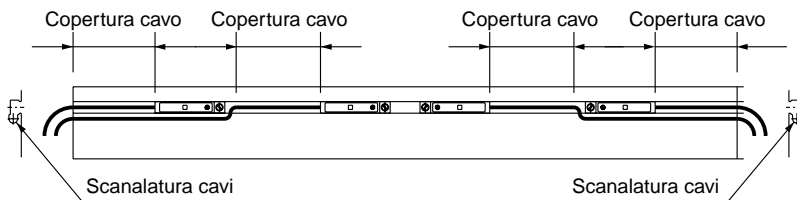

Figura 1. Posizione di montaggio sensori
Utilizzando diversi sensori, dovrà essere impiegata la scanalatura per cavi e questi dovranno essere fatti uscire dall'estremità del cilindro. (Le linee in neretto nella Figura 1 indicano i cavi.)
2. Tagliare la protezione del cavo alla lunghezza desiderata mediante pinza tagliatubi. (figura 1.)